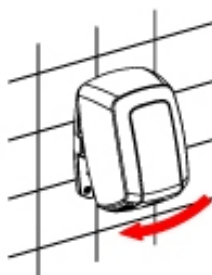

Figure 9
- Mettre en place les vis de fixation entre le capot et la base, et les serrer avec la clé spéciale fournie à cet effet (Figures 9 et 10).